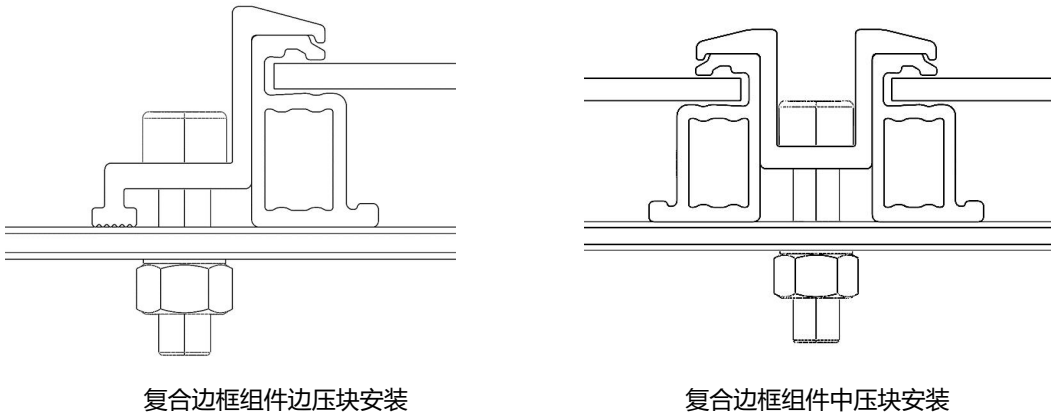

图 18 复合边框组件压块安装
- ◇ 复合边框组件压块安装方式与铝边框组件安装方式一致（图18），但需采用复合边框组件特定压块，压块的不同安装位置会影响组件的最大载荷能力（表5）。